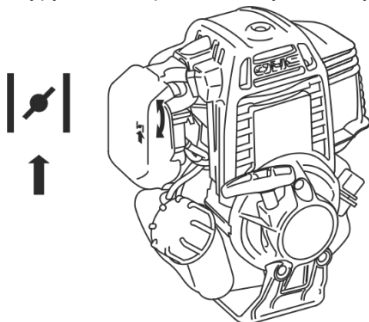

Рисунок 8
- увімкніть запалювання, встановивши вимикач запалювання (5) на правій рукоятці в положення «I»;
- покладіть виріб на рівню поверхню та закачайте паливо в карбюратор, використовуючи ручний насос (праймер) для підпомпонування палива. Для цього натисніть 3-5 разів на ковпачок праймера (25), поки в ньому не з'явиться паливо. Якщо паливо не заповнило праймер, натисніть на ковпачок насоса ще декілька разів;
- якщо здійснюється запуск холодного двигуна або якщо температура навколишнього повітря нижче плюс 15 °C, закрийте повітряну заслінку карбюратора, встановивши важіль її керування (27) в крайнє верхнє положення «I» (дивіться рисунок 8). При закритій повітряній заслінці відбувається збагачення паливно-повітряної суміші в карбюраторі, що забезпечує полегшений запуск двигуна. Під час запуску теплого двигуна або якщо температура навколишнього повітря перевищує плюс 15 °C, збагачення паливно-повітряної суміші, як правило, не потрібно. У тому випадку, якщо двигун встиг трохи охолонути, може знадобитися часткове збагачення паливно-повітряної суміші – часткове відкриття повітряної заслінки карбюратора;
- повільно потягніть рукоятку стартера (22) до тих пір, поки не відчуєте опір (це момент стиснення в циліндрі двигуна) та поверніть рукоятку у вихідне положення;
- щоб керувати обертами колінчастого вала двигуна, використовуйте курок акселератора (7) на правій рукоятці. При цьому, клавіша-запобіжник курка акселератора (4) повинна бути притиснутою, щоб розблокувати курок;
- відкрийте повітряну заслінку карбюратора, встановивши важіль її керування в крайнє нижнє положення «I» (дивіться рисунок 8).